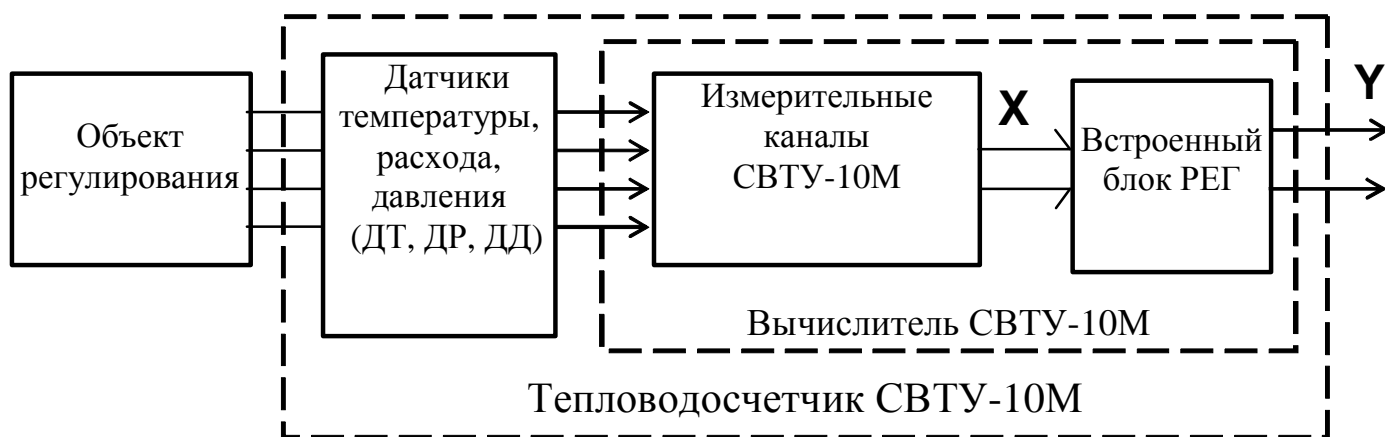

Рис.6.1.
6.3.1. Работа РЕГ в режиме формирования выходных сигналов, пропорциональных измеряемым параметрам, проиллюстрирована структурной схемой, приведенной на рис.6.1.